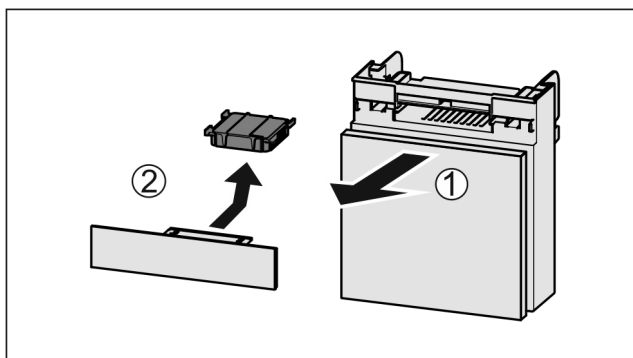

Fig. 50
- ▶ Потягніть Fig. 50 (1) відділення вперед.
- ▶ Витягнути Fig. 50 (2) фільтр з активованого вугілля.